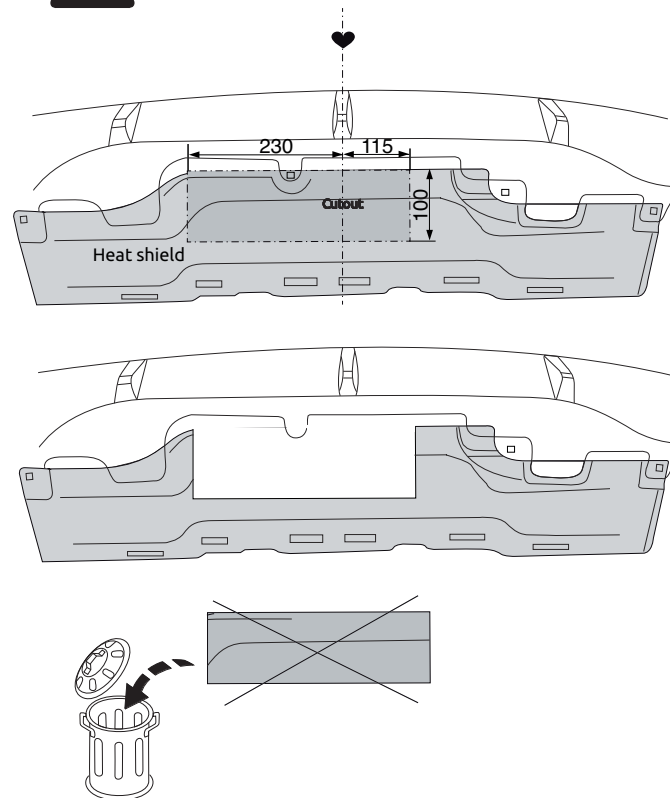

Fig.3
6. Выпилить часть из теплозащитного экрана, как указано на рис. 3.